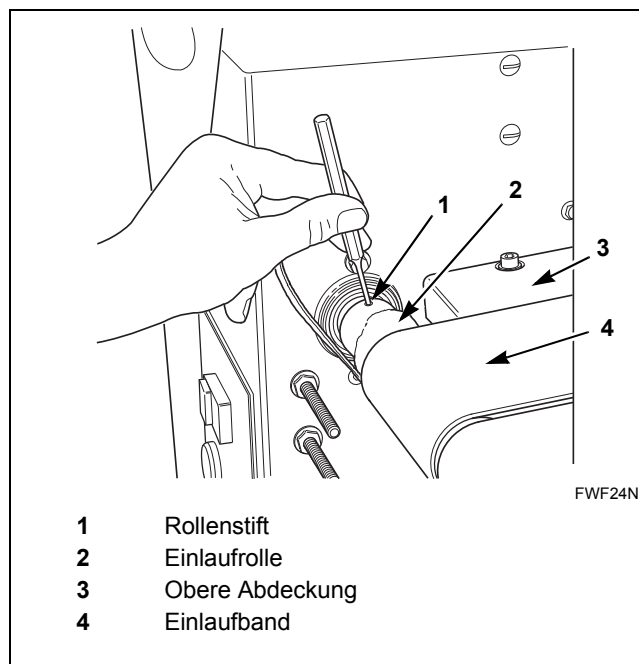

Abbildung 25
4. Schlagen Sie den Einlaufrollenstift mithilfe eines Federkörners vollständig heraus. Siehe *Abbildung 25*.